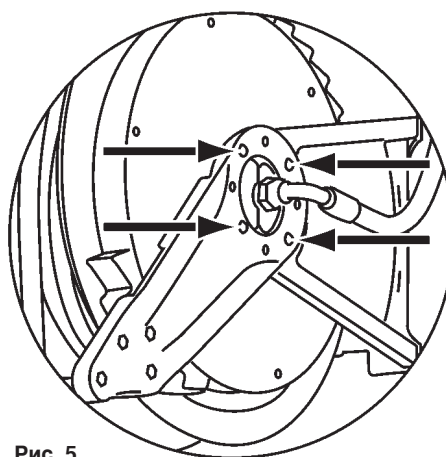

Рис. 5
3. Отвернуть крепежные винты (рис. 5).